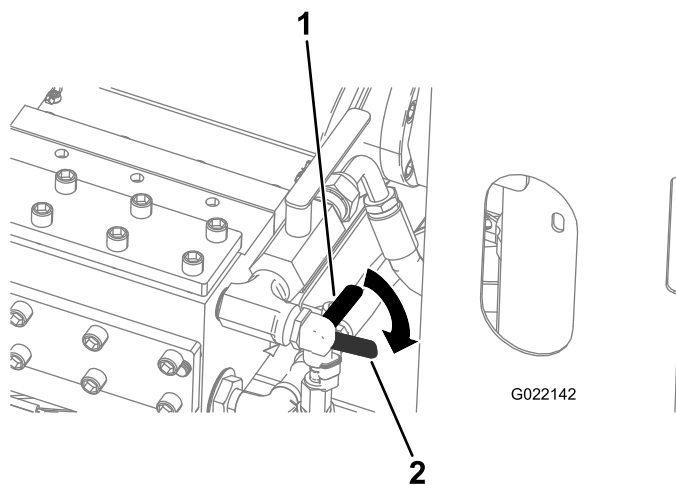

Figura 154
- A. Abra la válvula de anticongelante de la parte delantera de la bomba de fluido de perforación (la válvula inferior), según se muestra en la Figura 154.
- Cierre la válvula de anticongelante (Figura 154).